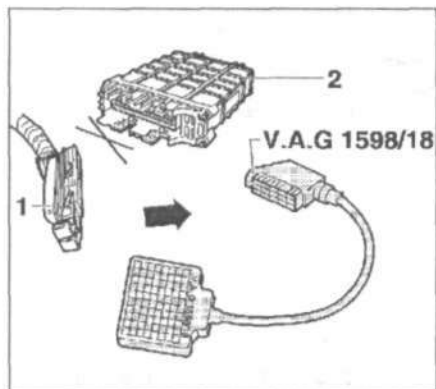

Рис. 6.54. Присоедините тестер V.A.G 1598/18 к жгуту проводов блока управления двигателем.
- Присоедините тестер V.A.G 1598/18 к жгуту проводов блока управления двигателем (рис. 6.54);